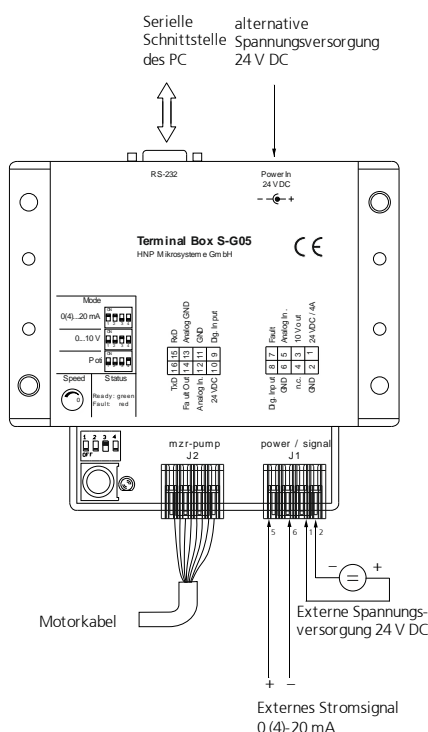

Bild 16
4. Schließen Sie das externe Stromsignal an Anschlussklemme »AnalogIn« und »GND« an das S-G05 an. (siehe Bild 16)